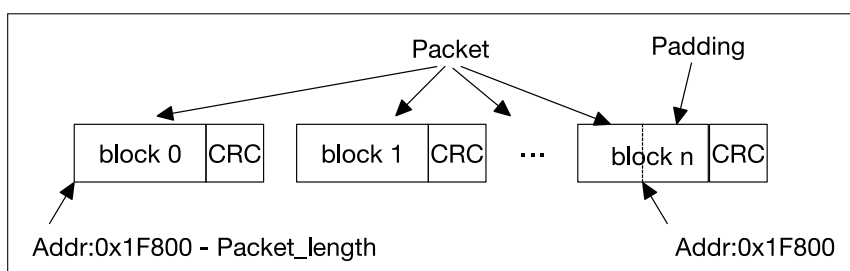

图 39.5-7. 主机向从机发送递增地址包的数据流
- 对于递增地址包，从机判断有效数据是由地址决定的，当数据地址大于等于 `0x1F800` 后会被判定为无效数据从而丢弃。因此，主机应将 CMD53 起始地址字段设为 `0x1F800 - Packet_length` (`Packet_length` 的单位是字节)。递增地址包在 SDIO 总线上的数据流如图 39.5-7 所示。